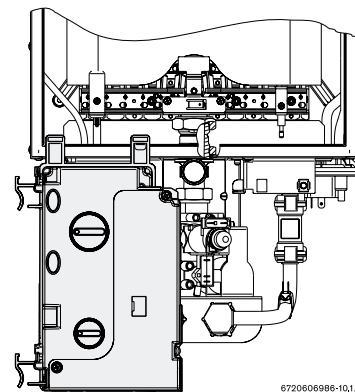

Fig. 11 Posizione d'aggancio del quadro comandi (accesso alle regolazioni gas)
- Dopo l'estrazione del quadro comandi, agganciarlo come da Fig. 11.